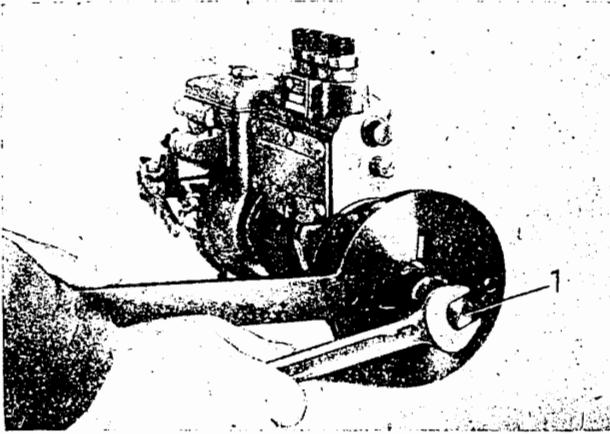

Bild M 185. Spritzversteller mit Abzieher abziehen
1. Mitnehmerflansch lösen (Bild M 185).